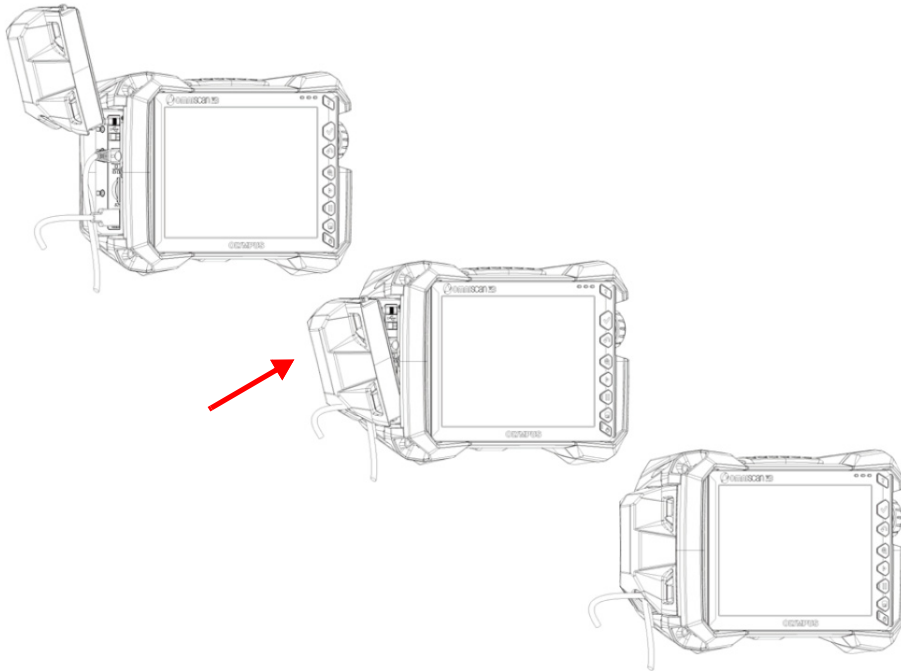

Figura 2-12 Travamento da porta com finalidade especial na posição
4. Trave a porta com finalidade especial com segurança na posição (Figura 2-12 na página 40).